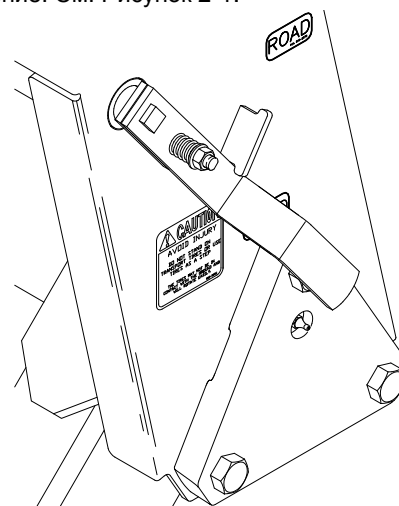

Рисунок 2-1
2. Переместите рычаг транспортного фиксатора в рабочее положение. См. Рисунок 2-1.